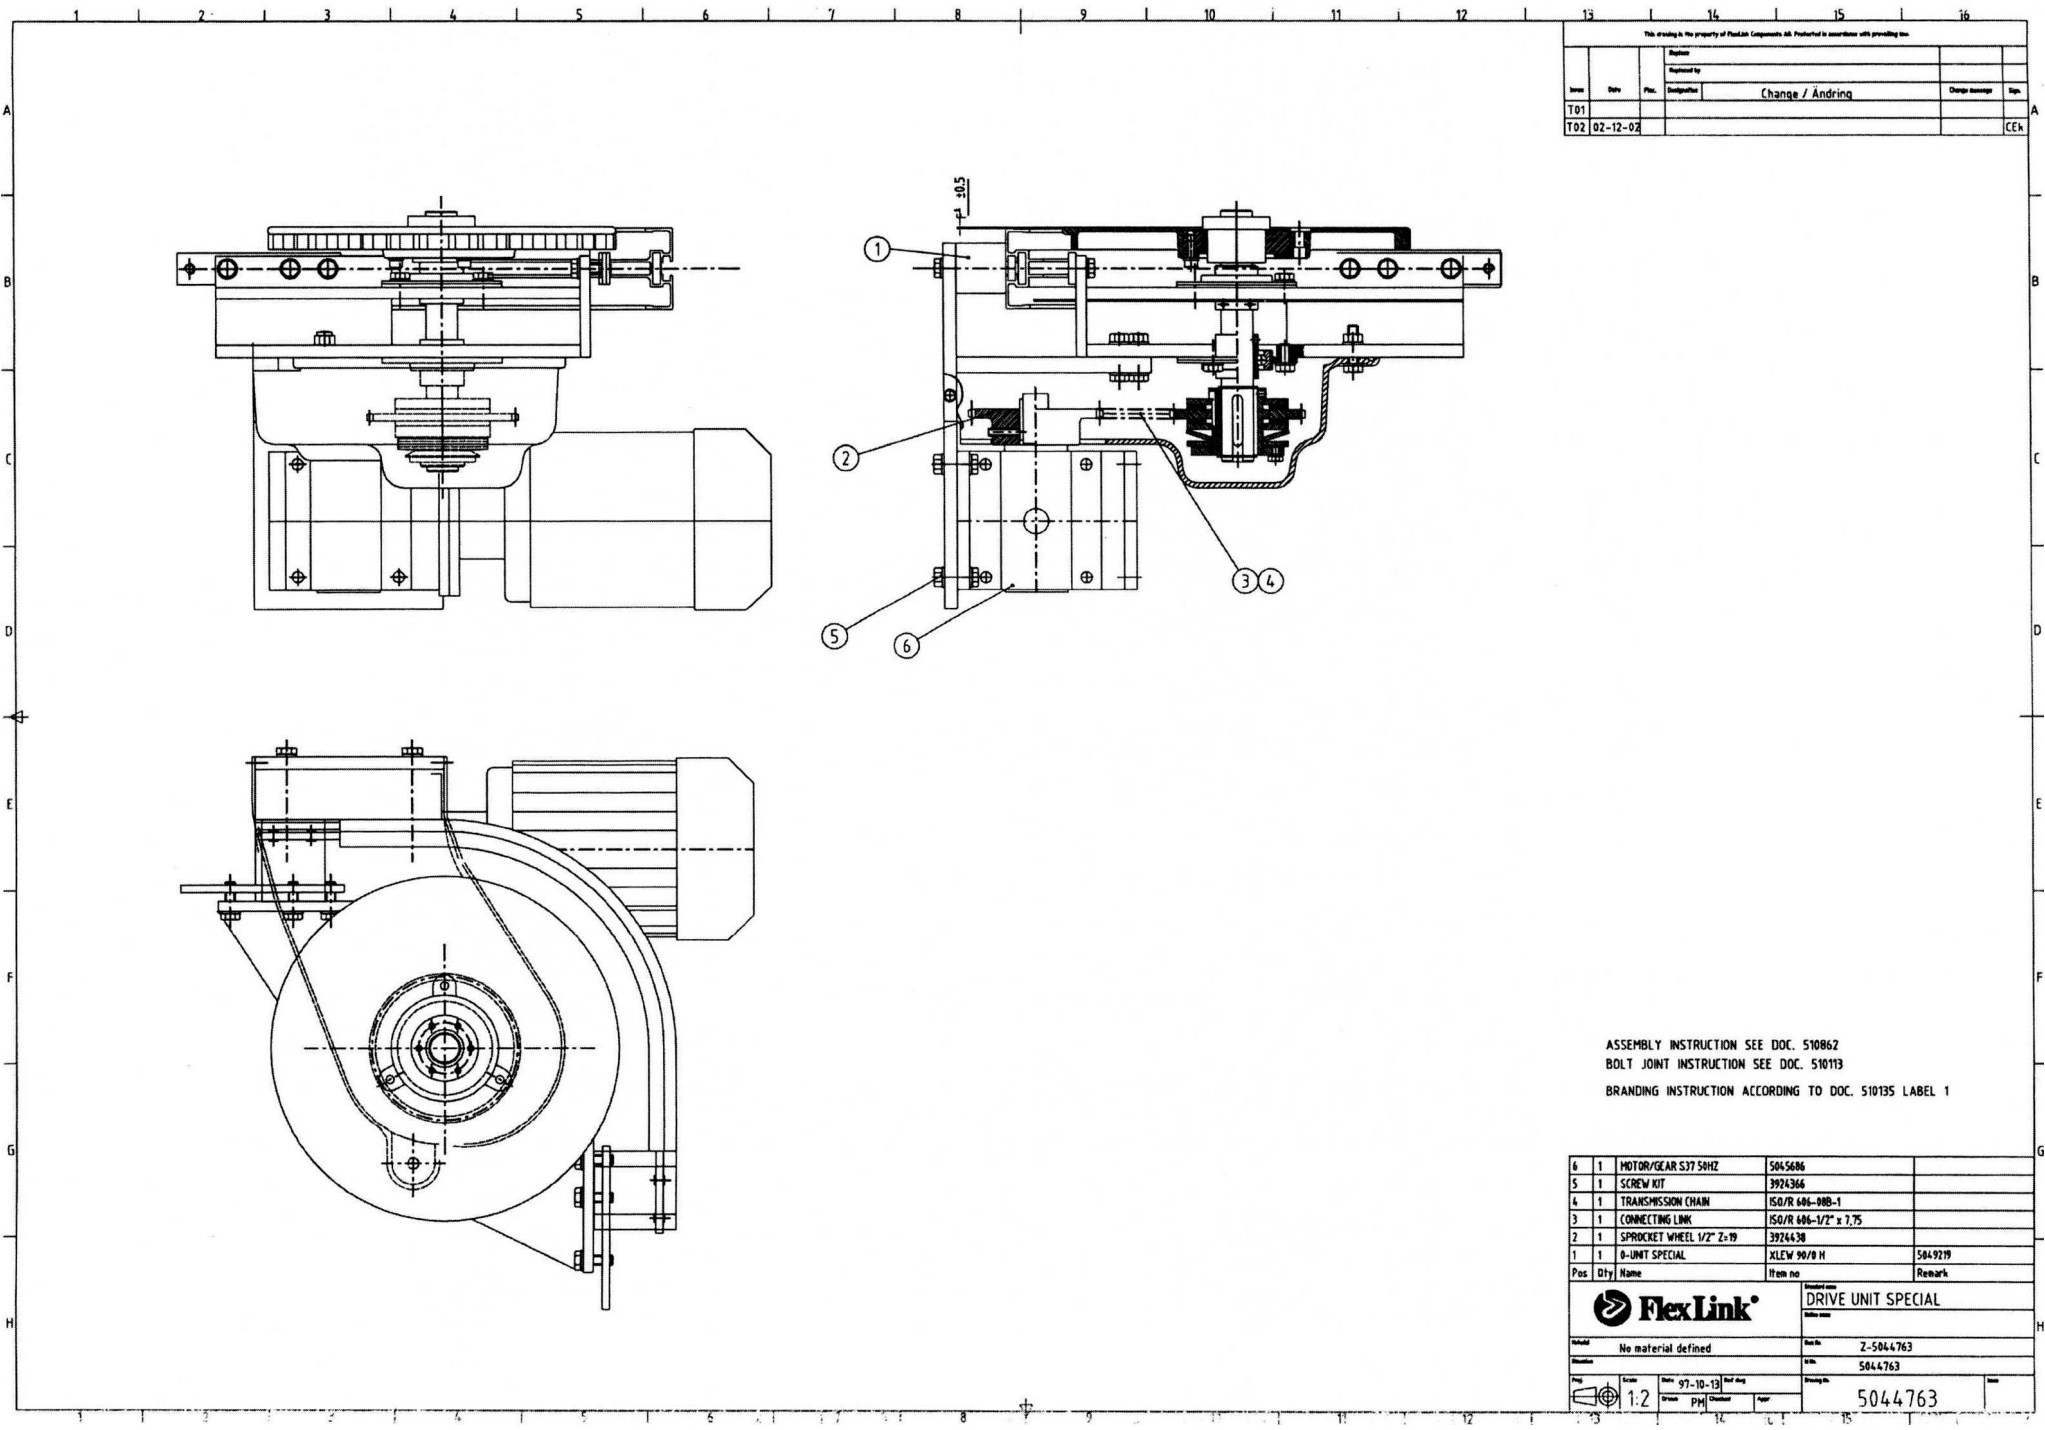

Figure 2. Clé de serrage
- 2 A l'aide d'une clé Allen, 3 mm, desserrer la vis (1) du limiteur de couple de telle sorte que la bague extérieure (2) puisse tourner librement.
- 3 Tourner la bague extérieure (2) dans le sens des aiguilles d'une montre avec une clé de serrage (voir figure 2) jusqu'à ce que la flèche sur la bague soit en face de la valeur F_{max} désirée (3). Voir le tableau 1 pour les valeurs appropriées.